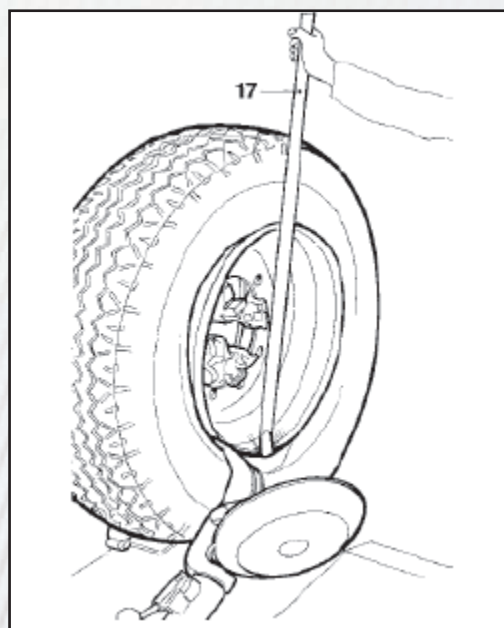

Рисунок 23
5) Вставьте рычаг (см. рис.23) между ободом и бортиком справа от съемного рычага.